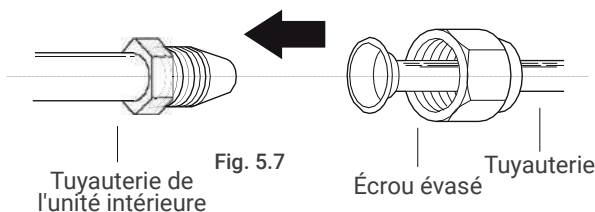

Fig. 5.7
1. Alignez le centre des deux conduites que vous allez raccorder. Voir Fig. 5.7.